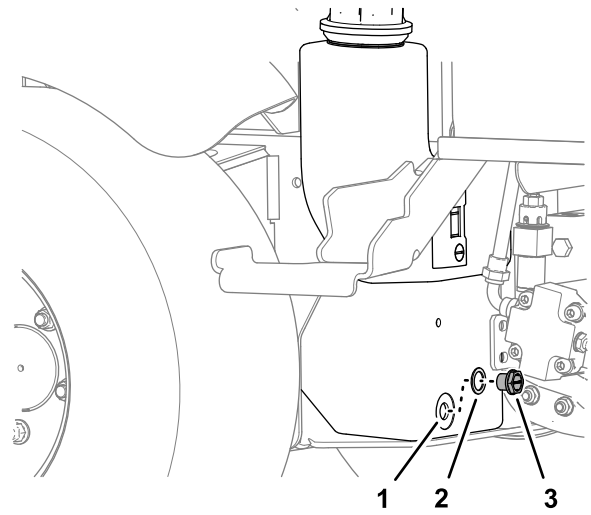

Bild 74
3. Legen Sie eine Ablaufwanne unter den Hydraulikölbehälter, entfernen Sie die Ablassen des Hydraulikölbehälters und lassen Sie das Hydrauliköl vollständig ablaufen (**Bild 74**).